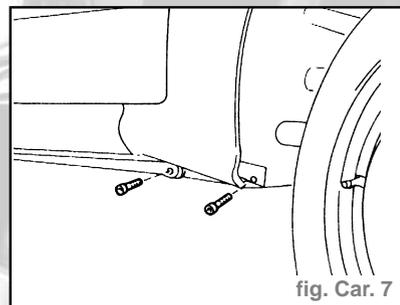

fig. Car. 7
- Dévisser les vis de fixation de l'aile au revêtement de bas de caisse (fig. Car. 7).